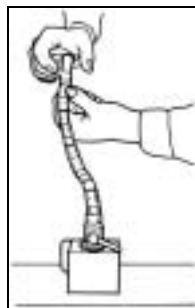

図3
- 2) 柱を固定するために調整スリーブを回し、ハンドルクランプ位置で柱を固定できる状態に仮調整します。(図3参照)